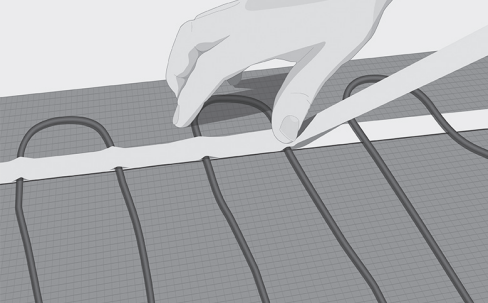

Fig. 11. Lås fast kablen med maskeringstape
10. Fest kabelen med maskeringstape oppå kabelen og den dobbeltsidige tapen. Trykk tapen godt fast på kabelen for å forhindre at det dannes luftbobler under innstøpingen (Fig. 11).